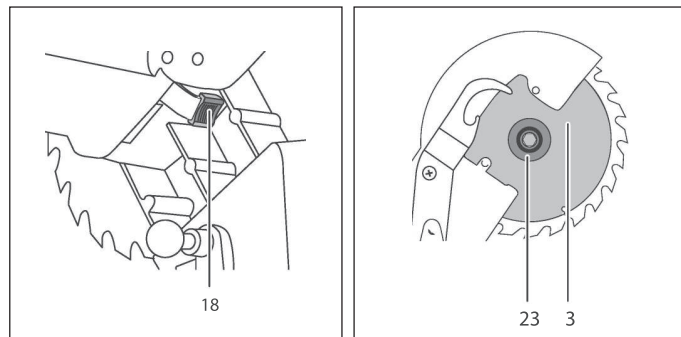

Рис. 3
- б)** нажмите на кнопку (18) фиксации пильного диска (Рис. 3);
**в)** отверните болт крепления пильного диска (3) прилагаемым имбусовым ключом, поворачивая его по часовой стрелке;
**г)** снимите наружный фланец (23) и пильный диск (3) (Рис. 3);
**ВНИМАНИЕ!** Направление вращения диска (*указано на самом диске*) должно совпадать с направлением вра- щения шпинделя, обозначено стрелкой на кожухе (6).
**е)** установите наружный фланец (23). Затяните болт крепле- ния вращением против часовой стрелки, удерживая в нажа- том положении кнопку фиксации (18).
**5.** Для надежной фиксации заготовки при пилении на фронталь- ном упоре (2) предусмотрены гнезда (16) для крепления верти- кальной струбцины. Вставьте стержень струбцины в гнездо (16) и затяните винт на задней стороне гнезда для крепления стержня. Отрегулируйте струбцину в соответствии с размером и формой заготовки. Струбцина может быть установлена как слева, так и справа от пильного диска.